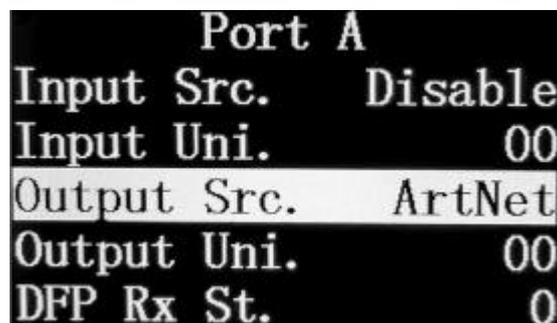

图 4.1-3
- 端口地址末段，如图 4.1-3 的输入 Input Uni.或输出 Output Uni.。